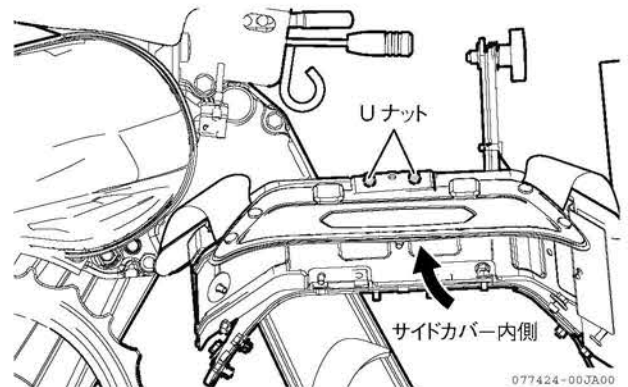

図 3-8 サイドカバーの開閉 2
- サイドカバーの開閉操作が重いときや、サイドカバーの保持力が弱すぎる時は、サイドカバー内側のUナットの締め具合を調整してください。（図3-8）
- Uナットは図の位置のサイドカバー内側にあります。（図3-8）